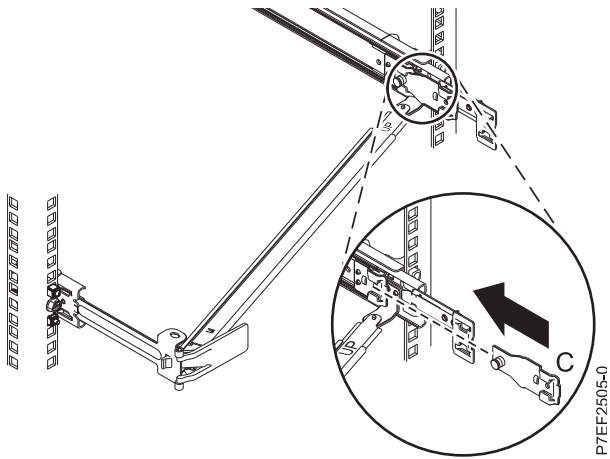

Figure 14. Installation du support de fixation dans la glissière
6. Fixez le support de fixation (C) à l'emplacement situé à l'intérieur de la glissière de droite, en le faisant glisser dans le rail jusqu'à ce que la broche à ressort se mette en place. Pour plus de détails, voir figure 14, à la page 12.